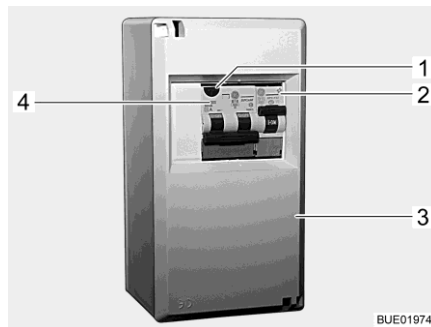
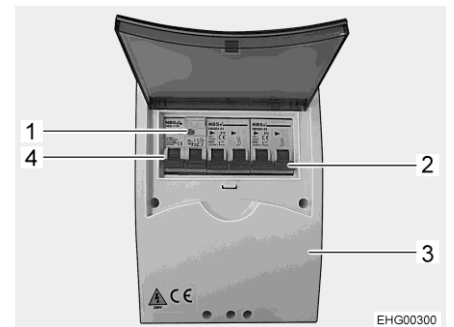

Fig. 206 Caja de fusibles de 230 V
Fig. 207 Caja de fusibles de 230 V (variante)
Un interruptor de corriente de defecto / de protección de línea combinado (Fig. 206,4 ó Fig. 207,4) en la caja de fusibles (Fig. 206,3 ó Fig. 207,3) protege al vehículo completo de corrientes de defecto (0,03 A).
En los vehículos con equipamiento especial (p. ej. la instalación de aire acondicionado), un interruptor de protección de línea adicional (10 A) (Fig. 206,2 ó Fig. 207,2) protegerá el aparato.
- Si el vehículo está conectado a la alimentación de 230 V, pulsar la tecla de prueba (Fig. 206,1 ó Fig. 207,1). El interruptor de corriente de defecto debe disparar.